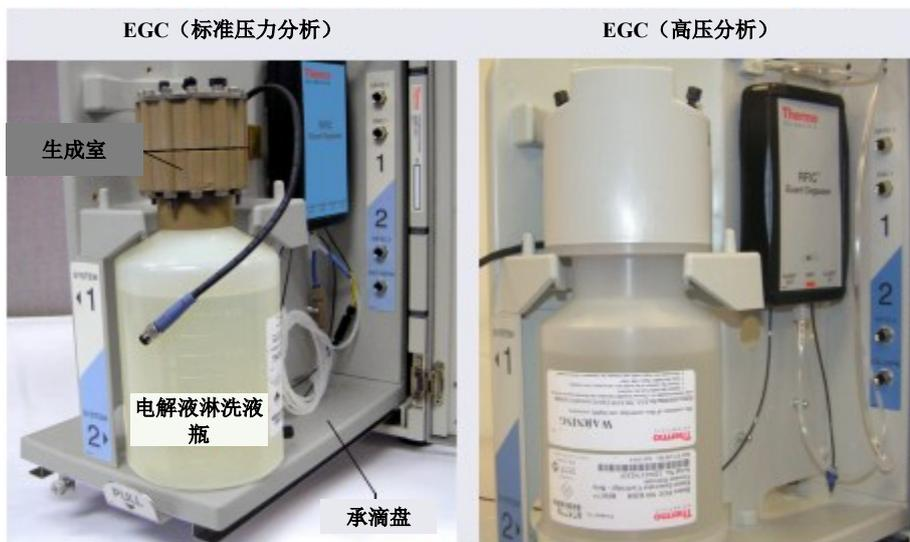

图 10-18. Dionex EGC 维修位置
7. 倒置 Dionex EGC，将其放置在 EG 承接盘上（见图 10-18）。这是淋洗液罐的“维修位置”。
1. 固定淋洗液罐，使淋洗液生成室位于顶部（见图 10-18）。从电解液淋洗液瓶上拧松淋洗液生成室，将剩余电解液倒入适当的危险废液容器中。